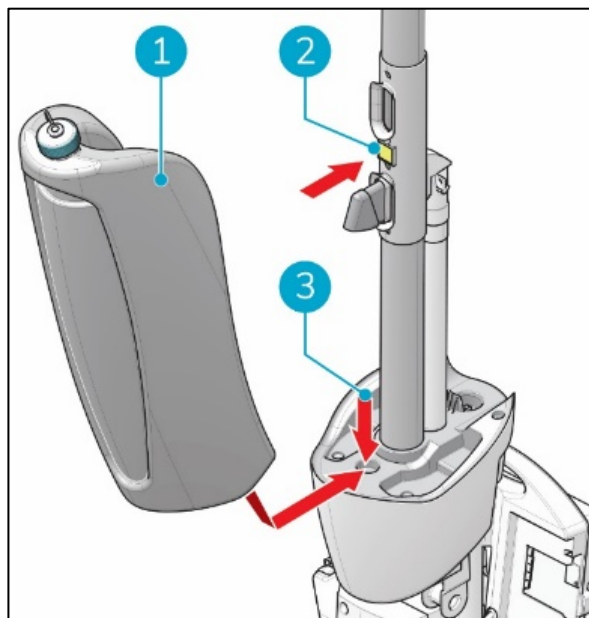

Figure 11
1. Placez le fond du réservoir de récupération (Figure 11, pos 1 et pos 3) sur le devant de l'i-mop® XL pro.
2. Poussez le haut du réservoir en place jusqu'à ce que vous entendiez un « clic », l'aimant (Figure 11, pos 2) verrouille le réservoir de récupération en place.